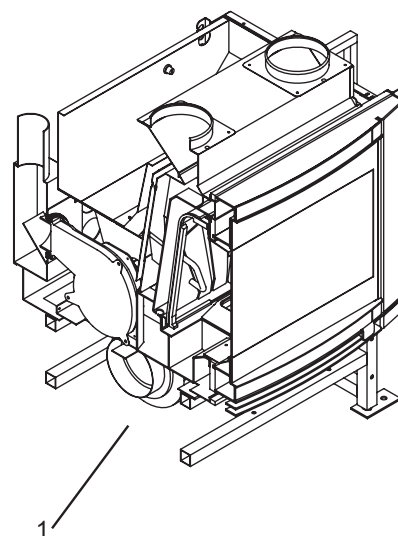

Fig. 6.3.2
Das Luftgebläse (1) befindet sich rückseitig, unteren Teil des Heizofens (Abb. 6.3.2).